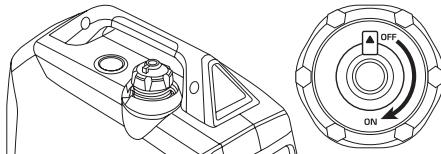

Рис. 2
- Откройте вентиляционное отверстие на крышке топливного бака в положение ON (рис. 2).